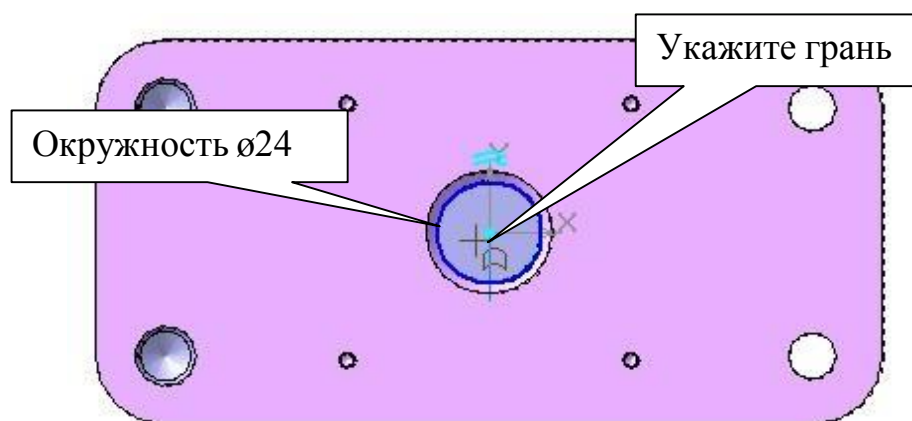

Рис. 13
3) Система перейдет в режим редактирования эскиза . Нажмите кнопку **Спроецировать объект**  на панели **Геометрия**  и спроецируйте грань, рис. 13, получив окружность ø24.